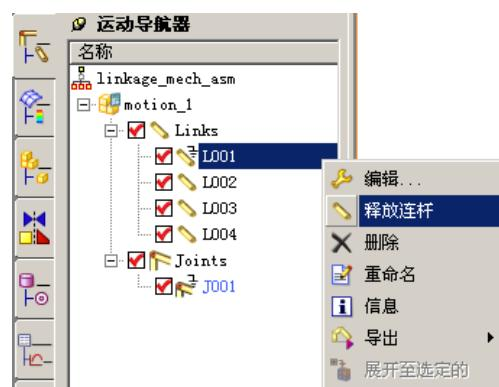

图 2.4.4 “释放连杆”命令
- 在固定连杆 **L001** 上右击，在快捷菜单中选择 **释放连杆** 命令，如图 2.4.4 所示，可以将固定的连杆释放（取消固定）。
- 在图 2.4.4 所示的快捷菜单中还可以对连杆进行删除、重命名和查看信息等操作。